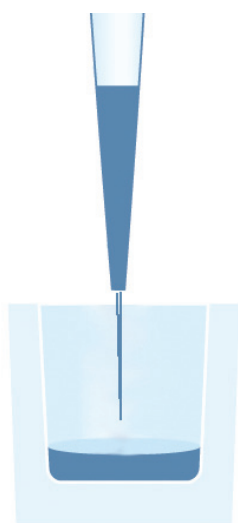

Imagen B2.
1. Presione el disparador brevemente para dispensar el líquido (Imagen B2).